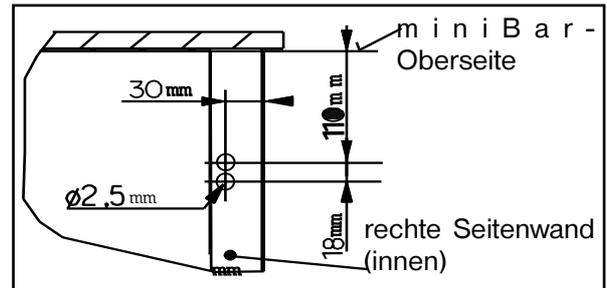

Abbildung 10.
1. Befestigen Sie das Kabel mit der Haltetasche (A) an der Seitenwand auf der Scharnierseite. Bohren Sie dazu Löcher entsprechend der Abbildung 10.